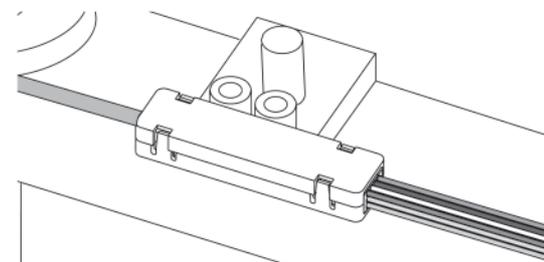

Figura 20
**7.9** Alinhe a parte superior do corpo do BTF com a parte inferior e prima uma contra a outra até encaixarem bem (Figura 20).